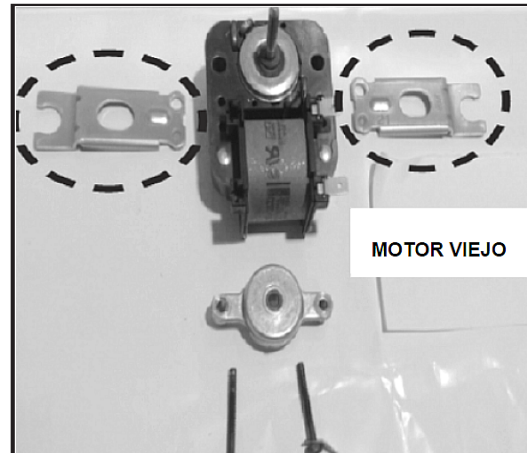

Figura 3
5. Quite el portacojinete y retire los soportes de montaje del motor viejo. Vea la *Figura 3*.